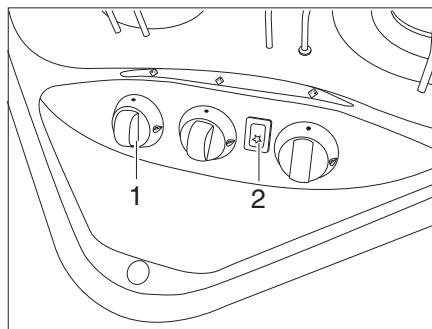
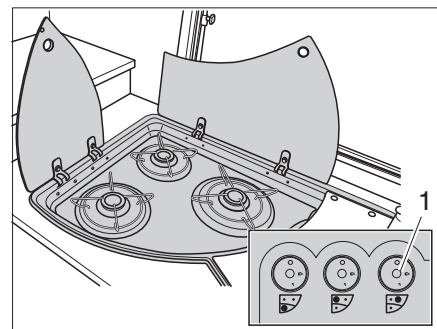

Bild 129 Bedienelemente für Gaskocher
Bild 130 Alternative: Bedienelemente für Gaskocher
- Drehregler (Bild 129,1 oder Bild 130,1) der gewünschten Brennstelle auf Zündposition (große Flamme) drehen.
- Wenn eine Zündtaste (Bild 129,2) vorhanden ist: Funke durch Drücken der Zündtaste erzeugen.